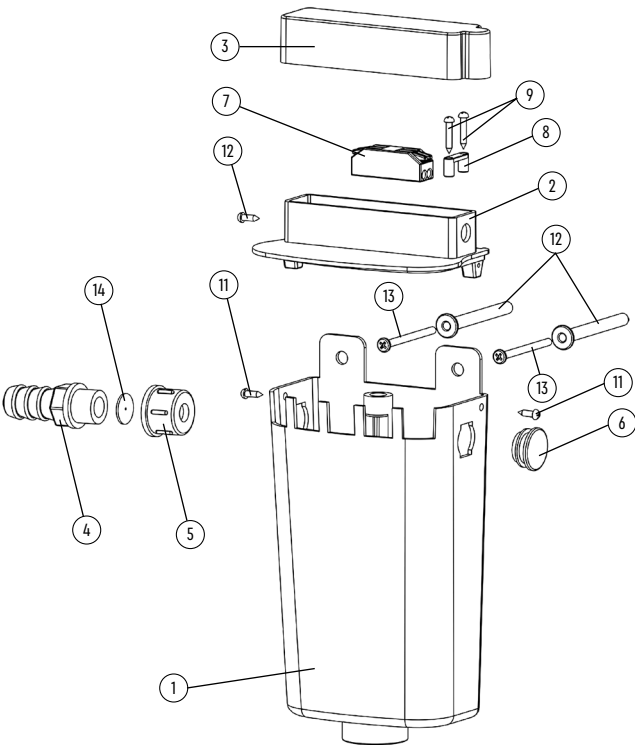

Рисунок 1.
3.4.2. Зніміть кришку (3) «Рисунок 1» після видалення бічного гвинта (10).
1.4. Випаровувач Конденсату не повинен бути заживлений постійним струмом. Рисунок 1.
Даний пристрій був розроблений для роботи з конденсатом, який надходить з кондиціонера через штуцер (4) (рисунок 1) . Зазначений штуцер може бути розміщений в будь який з двох отворів на корпусі Випаровувача, вибір якого буде залежати від того, де знаходиться вихідний патрубок (дренажна трубка) від кондиціонера. А в інший отвір підключаємо зливний патрубок для відведення води при переповненні (при відключенні Випаровувача). Ця варіація робить монтаж практичнішим і простішим.